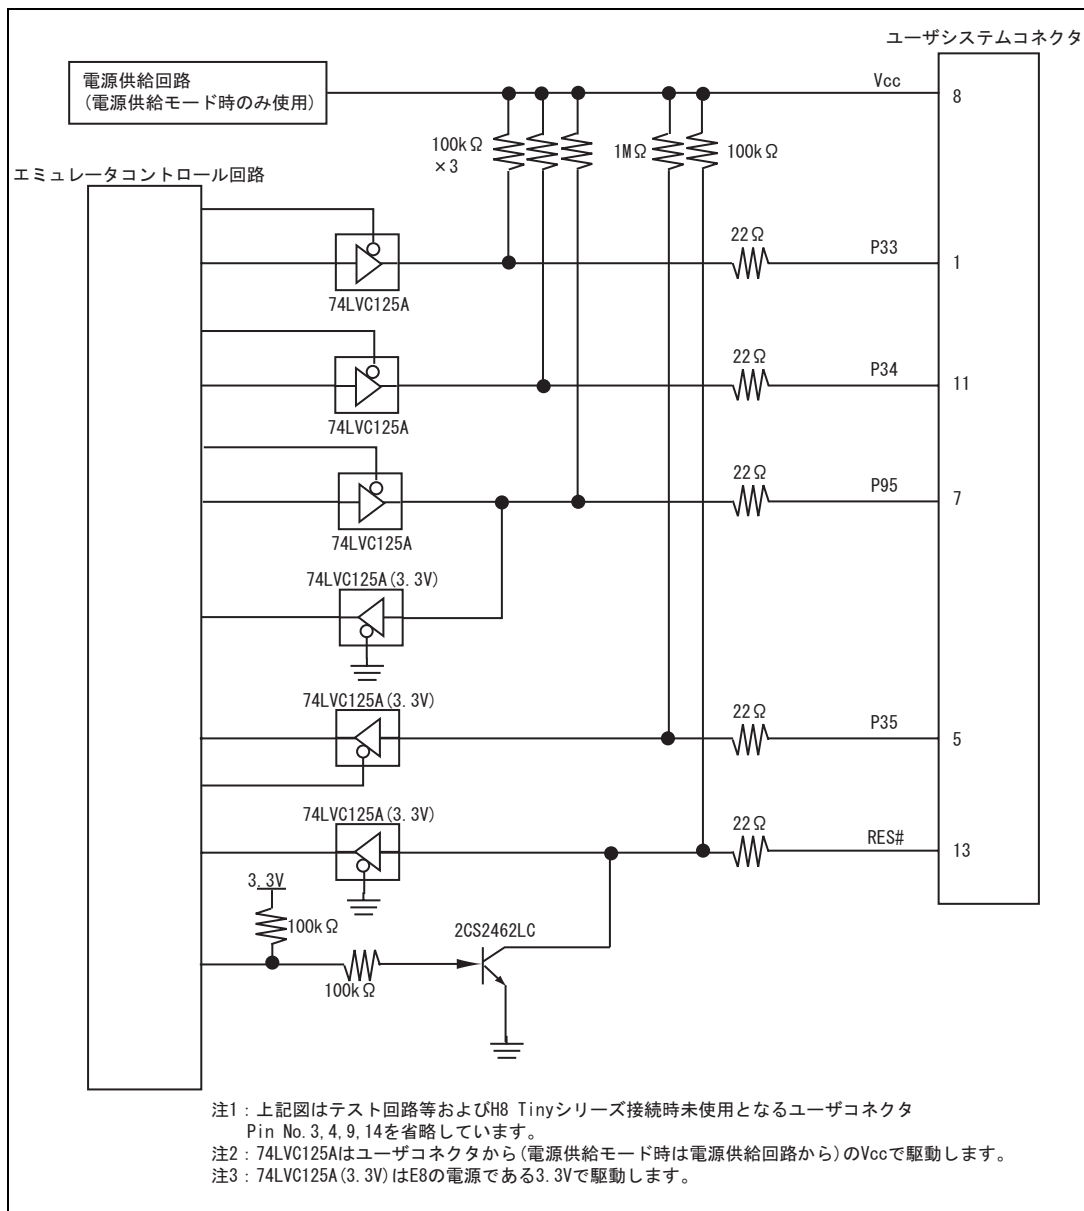
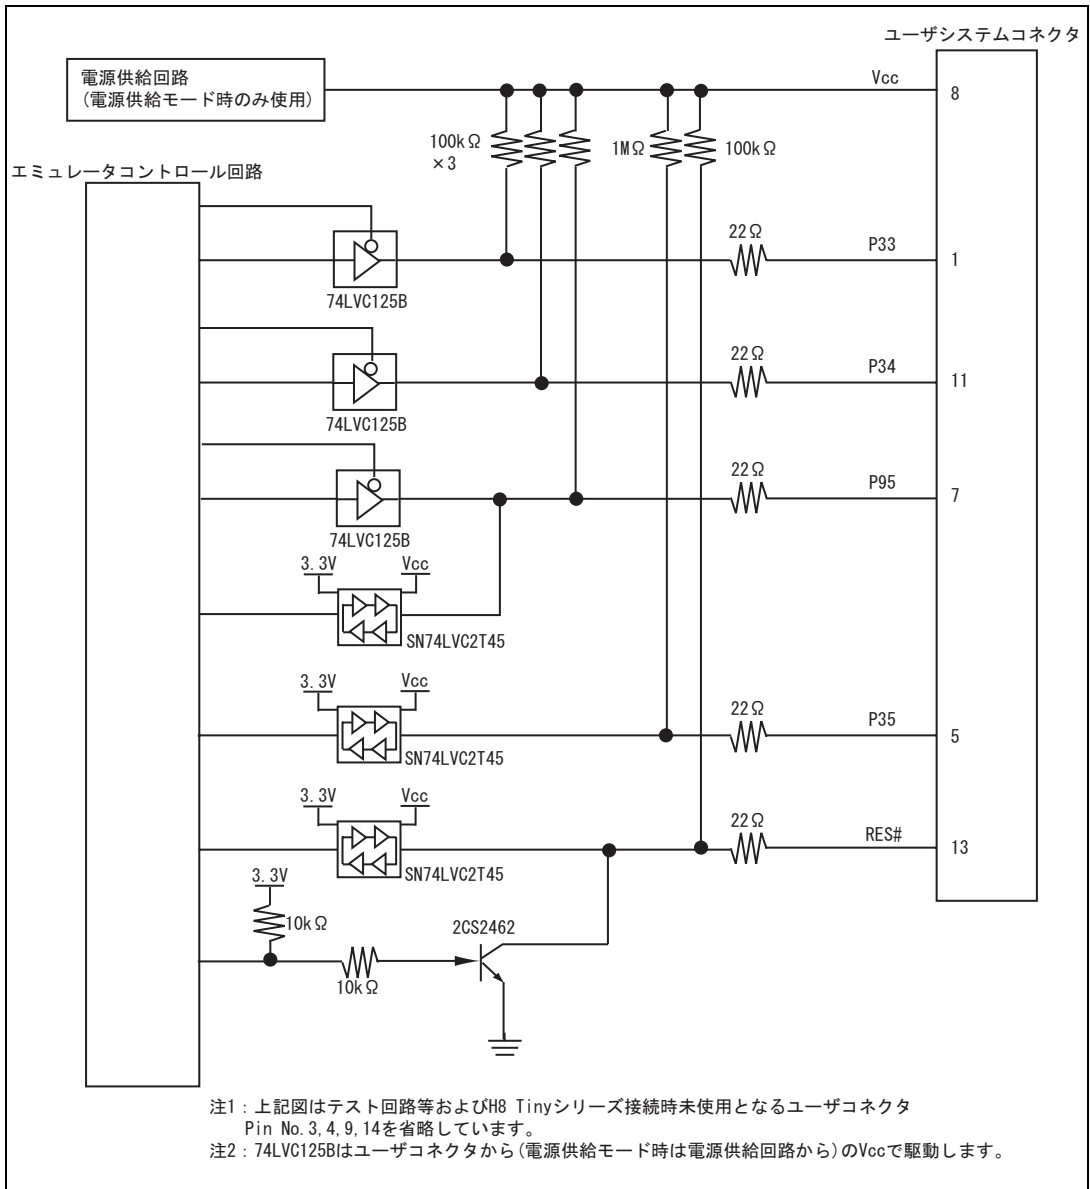

図 4.5 E8 エミュレータ内インタフェース回路 (参考)
図 4.6 E8a エミュレータ内インタフェース回路 (参考)
6. 図4.5にE8エミュレータ内インタフェース回路を示します。図4.6にE8aエミュレータ内インタフェース回路を示します。プルアップ抵抗の値などを決定するときに参考にしてください。